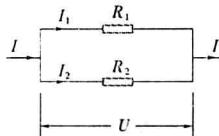

图 1-7 电阻的并联
**并联电阻公式的推导** 请根据图 1-7 所示的电路, 自行推导出电阻的并联公式。